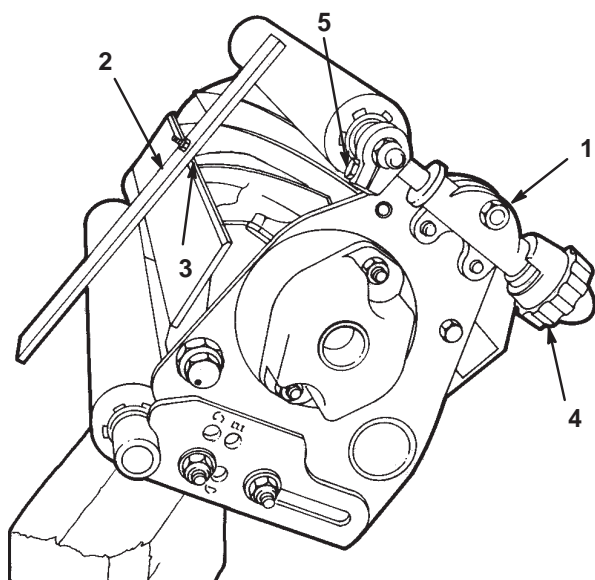

図 7
2. カuttingユニットを立て、前ローラ調整ネジを刈り高ブラケットに固定しているロックナットをゆるめる（図7）。
4. 前後のローラにゲージバーを差し渡し、ゲージバーのネジ頭がベッドナイフにぴったりと当たるように、刈り高ノブを調整する（図7）。